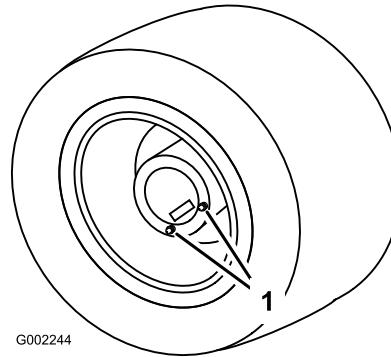

Figura 46
- Coloque el pulverizador sobre una superficie nivelada con las ruedas traseras posicionadas para el drenaje, según muestra Figura 46.
- Coloque un recipiente debajo de los tapones de vaciado y retire éstos de la rueda (Figura 46).